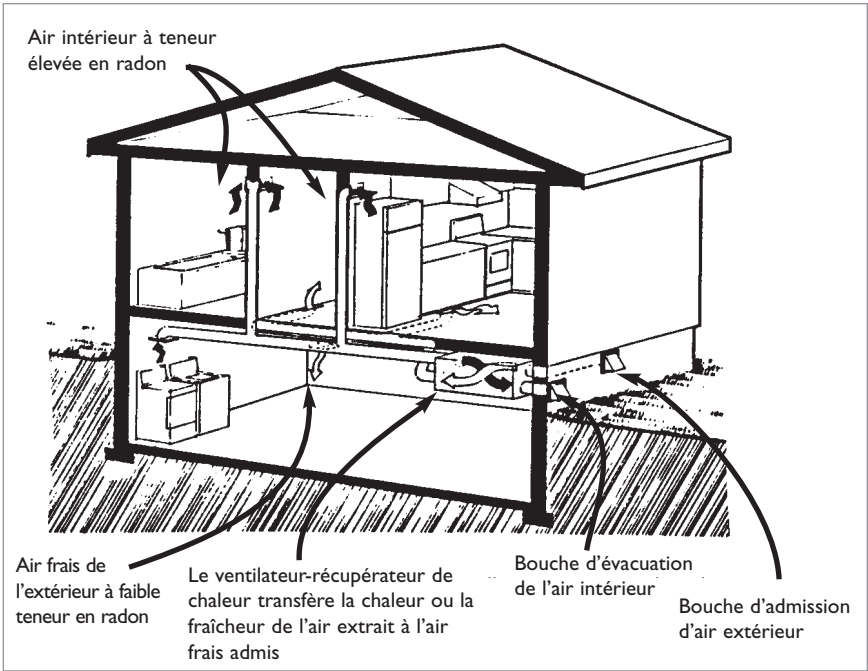

Figure 14 : Augmentation de la ventilation au moyen d'un VRC
La ventilation mécanique vient compléter le renouvellement naturel de l'air lorsqu'il s'agit d'évacuer le radon d'une maison. Il faut installer un système où l'entrée et la sortie de l'air sont contrôlées pour éviter une dépressurisation de la maison, ce qui pourrait favoriser l'infiltration de radon. L'installation d'un ventilateur-récupérateur de chaleur (VRC) permet d'atteindre cet objectif (voir la Figure 14).
- Installer un système de ventilation équilibrée tel un ventilateur-récupérateur de chaleur (VRC). Ce dispositif fonctionne à l'aide de deux ventilateurs, l'un d'aspiration et l'autre d'évacuation (*voir* la Figure 14, page 26). Il permettra de réduire la consommation d'énergie associée à la ventilation accrue de la maison.